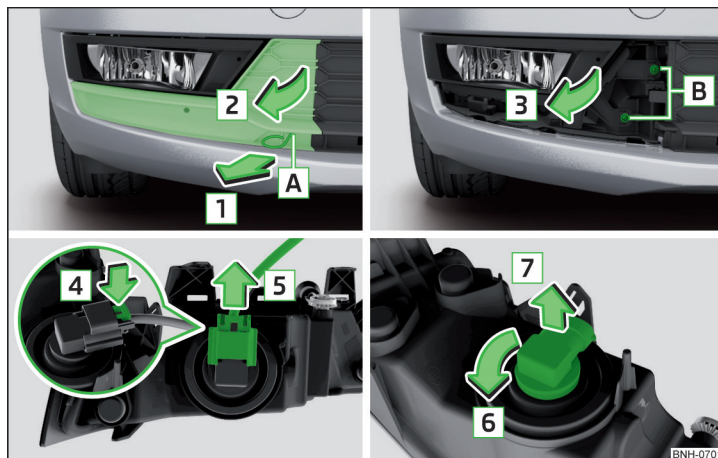

Fig. 268 **Retirar el faro antiniebla / cambiar la bombilla**
- Introducir en la apertura **A** » fig. 268 el estribo para retirar los tapacubos integrales.
- Monte el faro antiniebla en sentido contrario al de la flecha [3] » fig. 268 y enrósquelo.